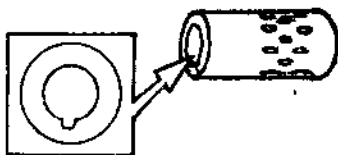

图 3
i. 在铝壳的末端开一个洞, 洞的直径要与被釉电阻的外径一样大, 在洞的周边任一处再开一个与小瓷管外径差不多大的小凹缺(图 3), 然后再在铝壳周围钻一些小洞作为散热孔。